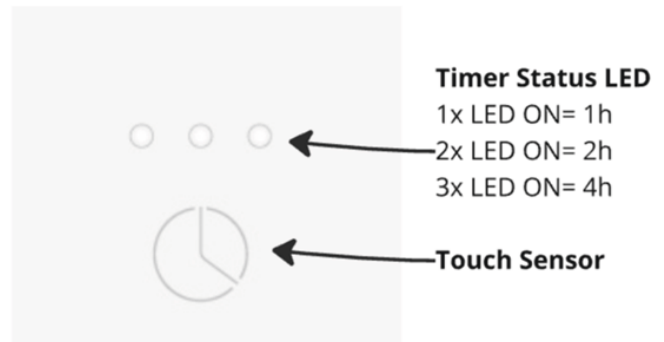

Abb.5: Touch Sensor
2. Mit dem Touchsensor (siehe Abb. 5) die gewünschte Laufzeit (1, 2 oder 4h) einstellen.